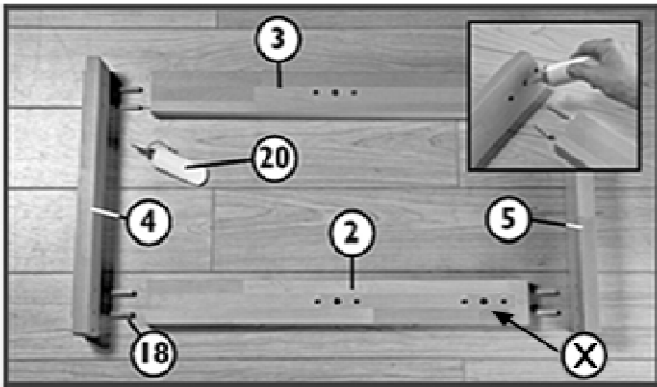

Fig. 1 X=holes for stretchers if cupboard is used
1. Bodenplatte (5), Plattenträger (4), hinteres Tischbein (3) und vorderes Tischbein (2) mit vorgebohrten Dübel-Löchern nach innen bereitlegen (Abbildung 1). Befestigen Sie die Bodenplatte und den Plattenträger mit dem vorderen und hinteren Tischbein mit je 4 Dübeln (18) und Klebstoff (20) (Abbildung 1). Benutzen Sie die Dübel-Löcher an der Innenseite für die Verbindung. Die Bohrung auf der anderen Seite des Plattenträgers dient zur Befestigung der Hobelbank-Arbeitsplatte (1). Wiederholen Sie die Montage für die andere Seite.